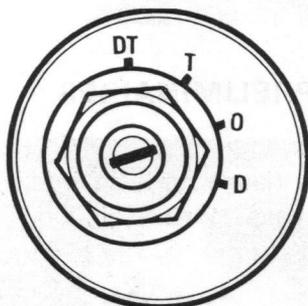

Fig. 17
- 2 — Tourner la clé de contacteur de démarrage sur la position " D " (Fig. 17) vers la droite.